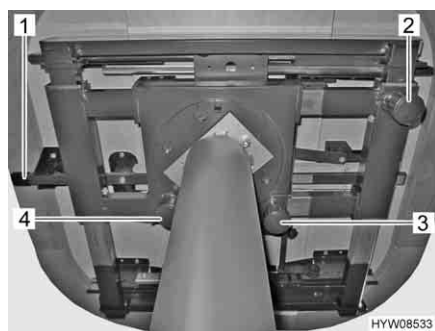
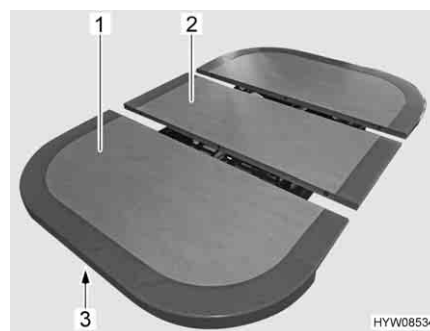

Fig. 78 Opzioni di regolazione sul tavolo
Fig. 79 Allungamento del tavolo
- Premere il tasto (Fig. 78,3) verso il basso e tenerlo in posizione.
- Premere il tasto (Fig. 78,2) verso il basso e tenerlo in posizione.
- Tirare il tasto (Fig. 78,4) del bloccaggio verso il basso.
- Spingere lo sbloccaggio (Fig. 78,1 e Fig. 79,3) verso l'alto.
- Tirare il piano del tavolo (Fig. 79,1), finché l'inserto centrale (Fig. 79,2) non arriva in alto e all'altezza del piano del tavolo.
- Premere lo sbloccaggio (Fig. 79,3) verso l'alto.
- Tirare il piano del tavolo (Fig. 79,1), finché l'inserto centrale (Fig. 79,2) non si libera.